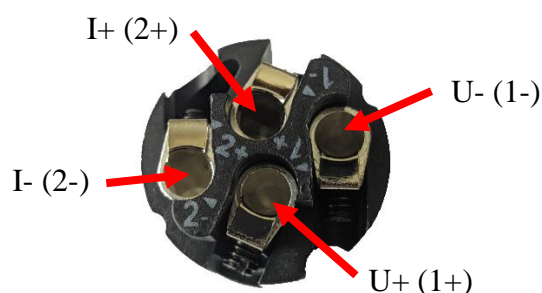

Рис.4. Разъем для подключения измерительных цепей.
- соединить токовые и потенциальные цепи стенда, на котором устанавливается прибор ИУС-4с, с выводами разъема на задней панели прибора, в соответствии с табл.1 и рис. 4;